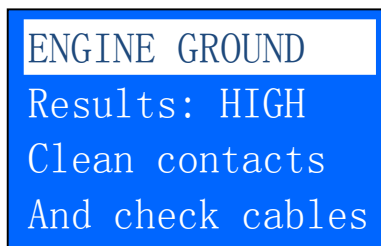

Abbildung 39
11. Wenn der Widerstand nicht innerhalb der angegebenen Zeitspanne gemessen wurde, erscheint folgende Meldung (Abb.39)